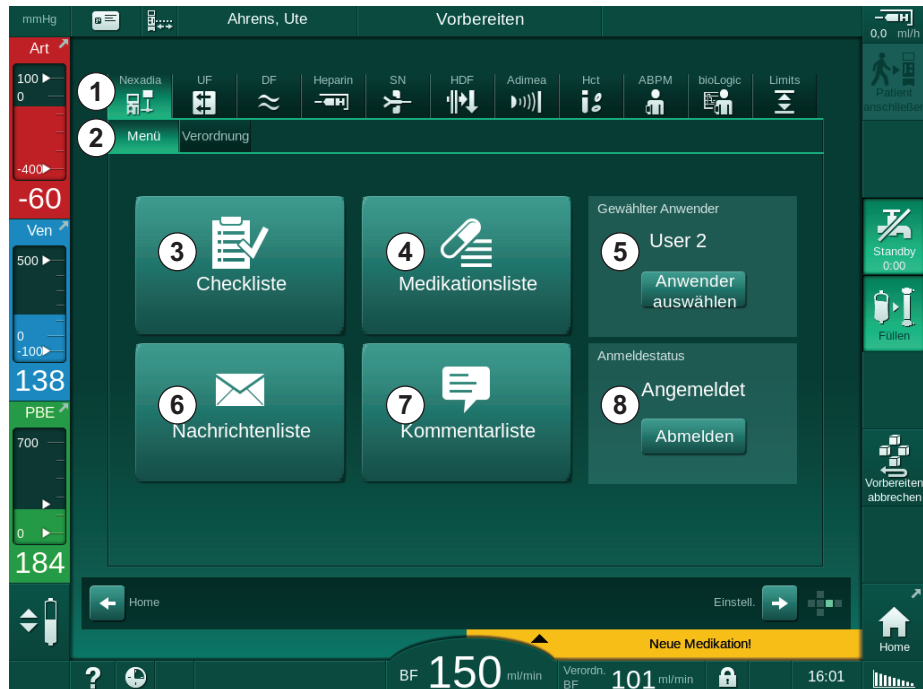

Abb. 11-36 Nexadia-Menü auf dem *Eingabe*-Bildschirm
Wird Nexadia eingesetzt, kann das Gerät Informationen (z. B. Nachrichten, Kommentare und Listen) zwischen Gerät und Datenserver senden und/oder empfangen. Die Auswahl des Anwenders ist ebenfalls möglich. Diese Funktionen werden auf dem Nexadia-Bildschirm gehandhabt. Dieser Bildschirm wird durch Berühren des Icons *Nexadia* (Abb. 11-36, ①) und der Schaltfläche *Menü* ② auf dem *Eingabe*-Bildschirm geöffnet.
1. Icon *Anwenderauswahl* im Nexadia-Menü (Abb. 11-36 Nexadia-Menü auf dem Eingabe-Bildschirm (320), ⑤) berühren.
1. Icon *Kommentarliste* im Nexadia-Menü (Abb. 11-36 Nexadia-Menü auf dem Eingabe-Bildschirm (320), ⑦) berühren.
1. Icon *Checkliste* im Nexadia-Menü (Abb. 11-36 Nexadia-Menü auf dem Eingabe-Bildschirm (320), ③) berühren.
1. Icon *Medikationsliste* im Nexadia-Menü (Abb. 11-36 Nexadia-Menü auf dem Eingabe-Bildschirm (320), ④) berühren.
1. Icon *Nachrichtenliste* im Nexadia-Menü (Abb. 11-36 Nexadia-Menü auf dem Eingabe-Bildschirm (320), ⑥) berühren.